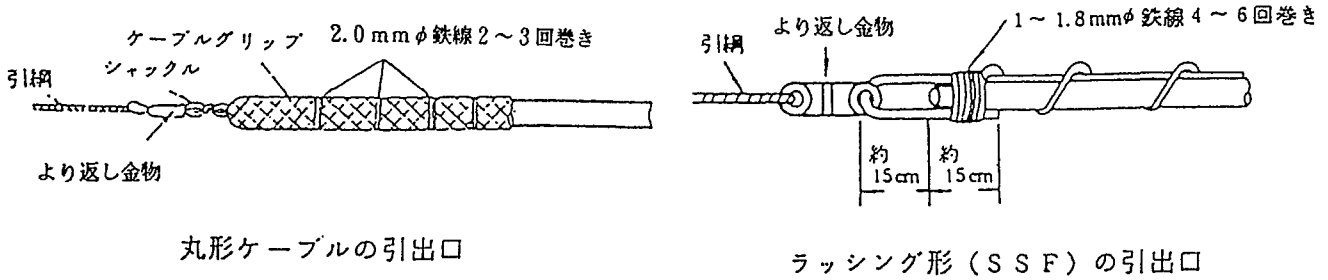

図2 引網の取付
(5) ケーブルと引網との間には、必ずより返し金物を使用して、ケーブルにねじれが入らないように架渉すること。(図2参照)